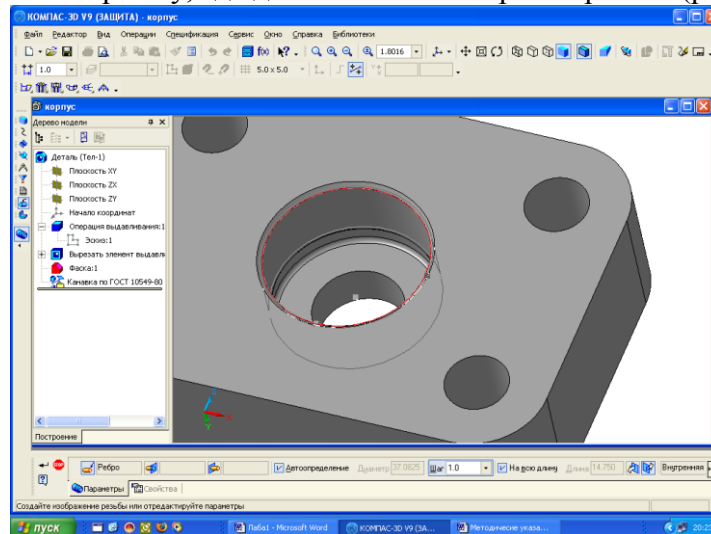

Рис. 3.26. Указание кромки
1. Нажмите кнопку **Условное изображение резьбы** на странице **Условные обозначения**. Укажите на кромку, где должна быть построена резьба (рис. 3.26).